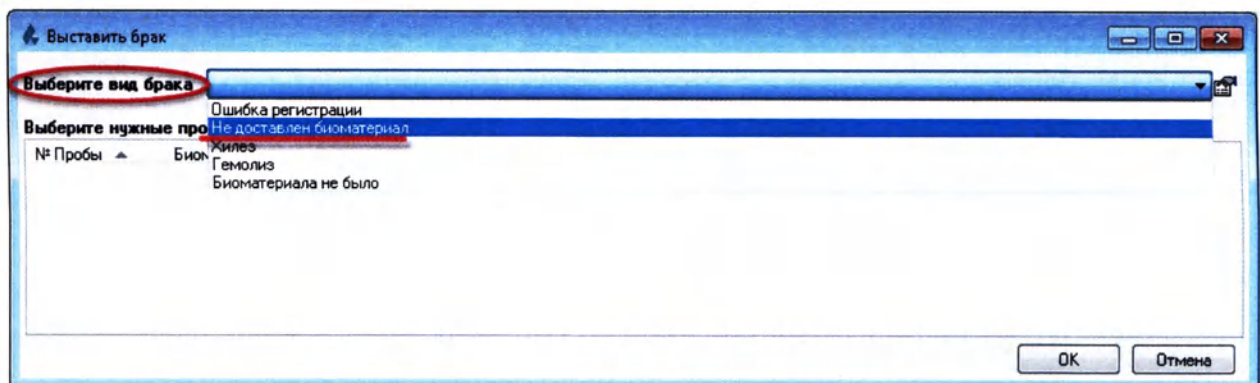

Рисунок 7.2
4. В открывшемся окне из выпадающего списка выберите вид брака, например, «Не доставлен биоматериал» (Рисунок 7.2):